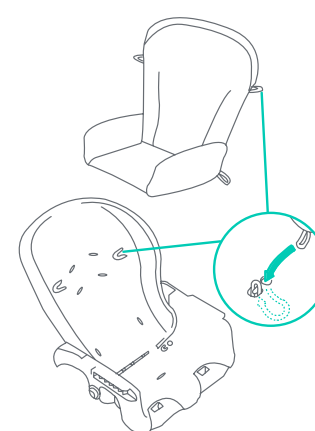

Fig. 9a
- 9) • Sujete con un lazo la aleta de la parte posterior de la almohadilla a la parte superior del respaldo del asiento. Sujete la almohadilla del asiento al respaldo del asiento con dos lazos elásticos. Éstos se ajustan a las lengüetas de sujeción ubicadas cerca de las ranuras superiores del arnés (Fig. 9a).